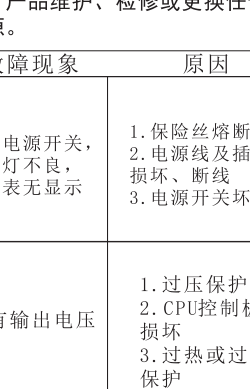

图6: 后板部分
4.3 NCR-2000VA无触点交流稳压器后板外形见图6;